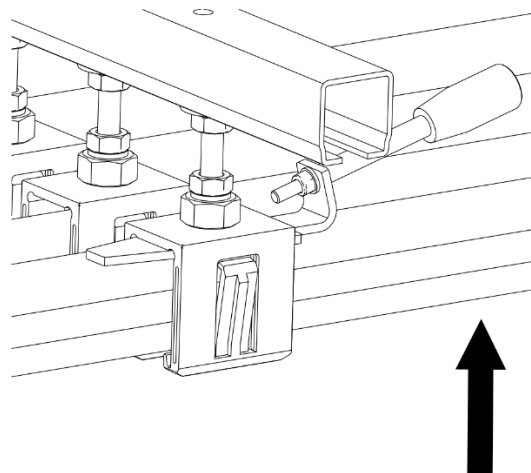
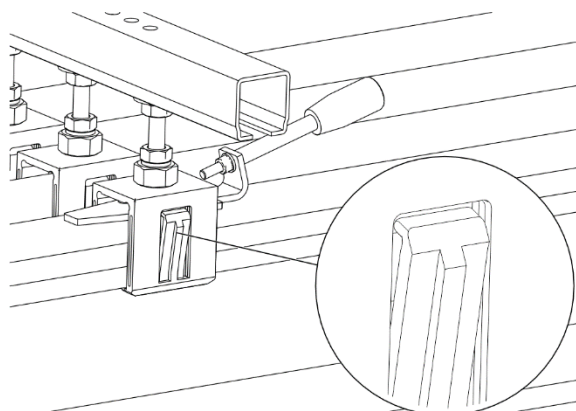
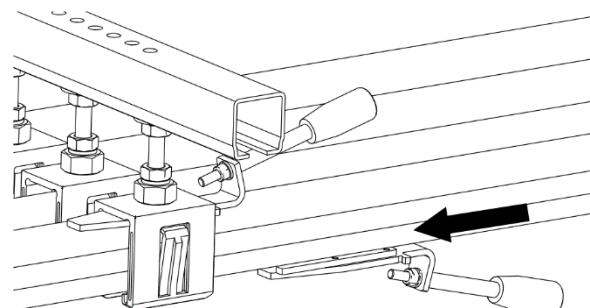

Abb. 4: Schleifleitung gegen Werkzeug 1 bzw. gegen Schienenhalter drücken
Abb. 5: Halteklammer des Schienenhalters biegt sich auf
Abb. 6: Werkzeug 2 auf der offenen Seite der Schleifleitung einführen
- Die Schleifleitung gegen das Werkzeug 1 bzw. gegen den Schienenhalter drücken (siehe Abb. 4). Parallel dazu das Werkzeug 2 auf der offenen Seite der Schleifleitung einführen (siehe Abb. 6). Die Halteklammer des Schienenhalters biegt sich auf (siehe Abb. 5).